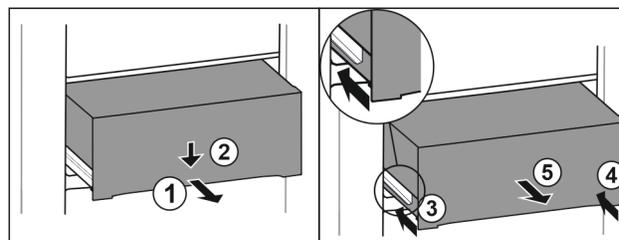

Fig. 108
- Tirer le tiroir jusqu'à mi-chemin. Fig. 108 (1)
- Appuyer sur l'avant du tiroir vers le bas. Fig. 108 (2)
- Insérer le rail gauche d'env. 2 cm (13/16 in). Fig. 108 (3)
- Insérer le rail droit d'env. 2 cm (13/16 in). Fig. 108 (4)
- Retirer le tiroir par l'avant. Fig. 108 (5)